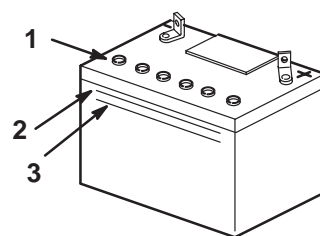

Figure 35
2. Observez le côté de la batterie. Le niveau de l'électrolyte doit atteindre le trait supérieur (Fig. 35). Ne laissez pas l'électrolyte descendre en dessous du trait inférieur (Fig. 35).
3. Enlevez les bouchons d'aération de la batterie (Fig. 35).
4. Versez de l'eau distillée avec précaution dans chaque élément jusqu'au repère supérieur (Fig. 35) sur le côté de la batterie.
5. Attendez cinq à dix minutes après avoir rempli les éléments. Ajoutez de l'eau distillée au besoin, pour amener le niveau au repère supérieur (Fig. 35) sur le côté de la batterie.